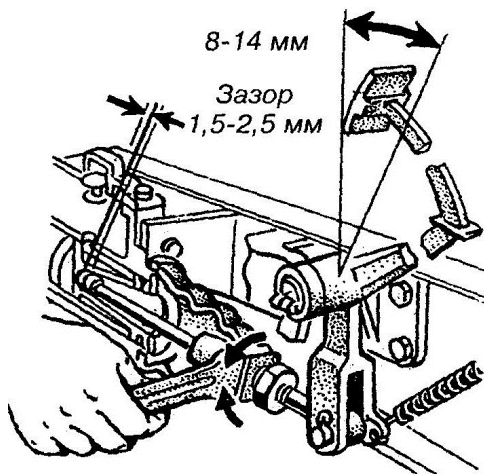
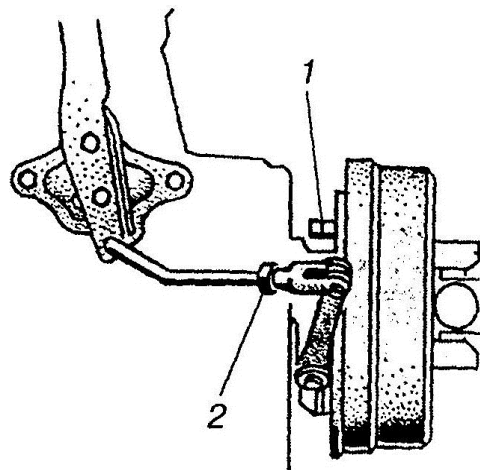

Рис. 5.10. Регулювання вільного ходу педалі гальма
Рис. 5.11. Регулювання приводу стояночного гальма:
3. Перевірити стан і герметичність трубопроводів і приладів гальмівної системи (рис. 5.11), вільний і робочий хід педалі гальма (рис. 5.10).